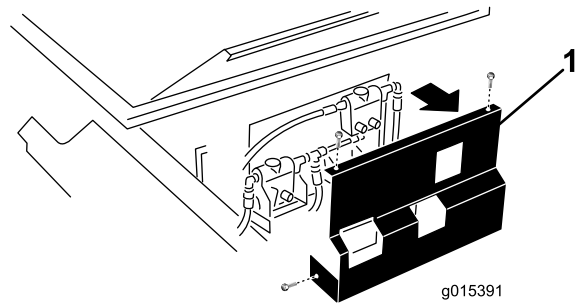

Figura 8
2. En los modelos SH solamente, retire las fijaciones que sujetan la tapa a la parte delantera de la ProPass y aparte la tapa (Figura 8).